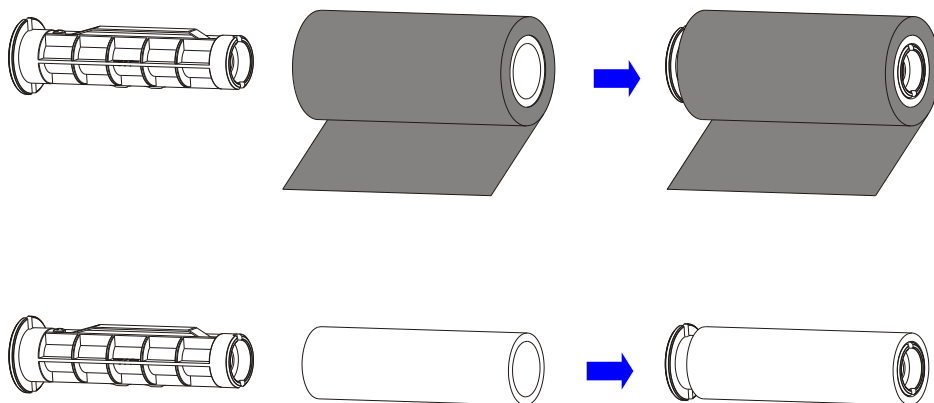

图 2-6
3. 拆开碳带卷，将一个碳带适配管插入碳带卷中，同时将另外一个碳带适配管插入空卷芯中。如图 2-6 所示。